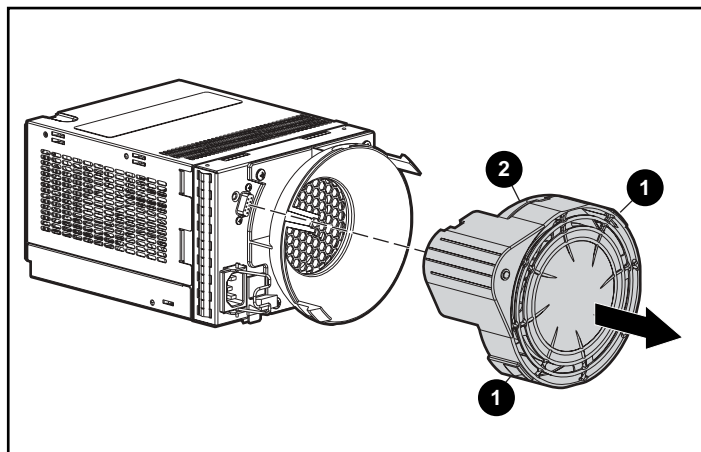

Figure 16 : Remplacement du ventilateur
1. Appuyez sur les deux pattes de couleur bordeaux du ventilateur ❶ tout en tirant sur l'élément de ventilateur ❷. Reportez-vous à la Figure 16 pour une illustration.